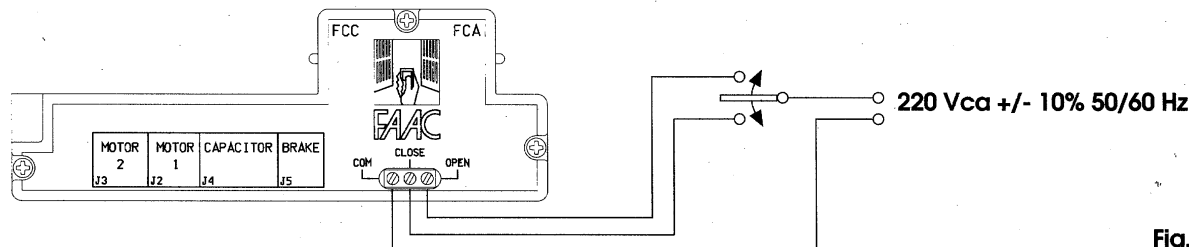

**Fig. 7**
- A) Introducir la llave hexagonal ② en el freno eléctrico ④.
- B) Ensamblar el freno eléctrico ④ en la cubierta ① del motor eléctrico con los tornillos ⑤ y las tuercas ③.
- C) Ensamblar la perilla de desbloqueo ⑧ teniendo cuidado de atornillar bien el regulador ⑥.
- D) Tirar del cable y apretar fuertemente el borne ⑦.
- E) Introducir el conector ⑨ del freno eléctrico en la posición **BRAKE J5** de la **fig. 7** fracturando la lengüeta plástica del soporte de fin de carrera.